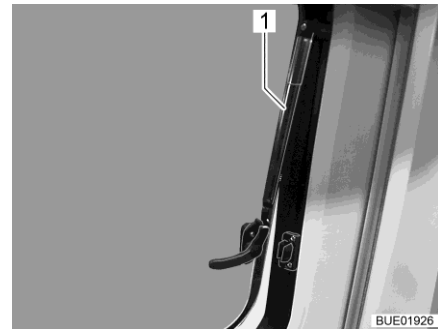

Bild 17 Ausstellfenster mit Automatik-Ausstellern, geöffnet
- Ausstellfenster bis zur gewünschten Stellung öffnen. Ausstellfenster mit Automatik-Aussteller (Bild 17,1) selbstständig einrasten lassen.